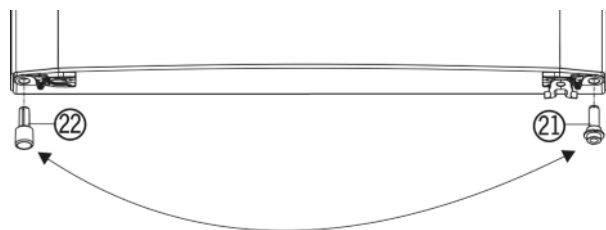

Fig. 4
▶ Vlevo dole vytáhněte z dveří rozpěrný díl Fig. 4 (22).
▶ Rozpěrný díl Fig. 4 (22) vložte do dveří vpravo dole.